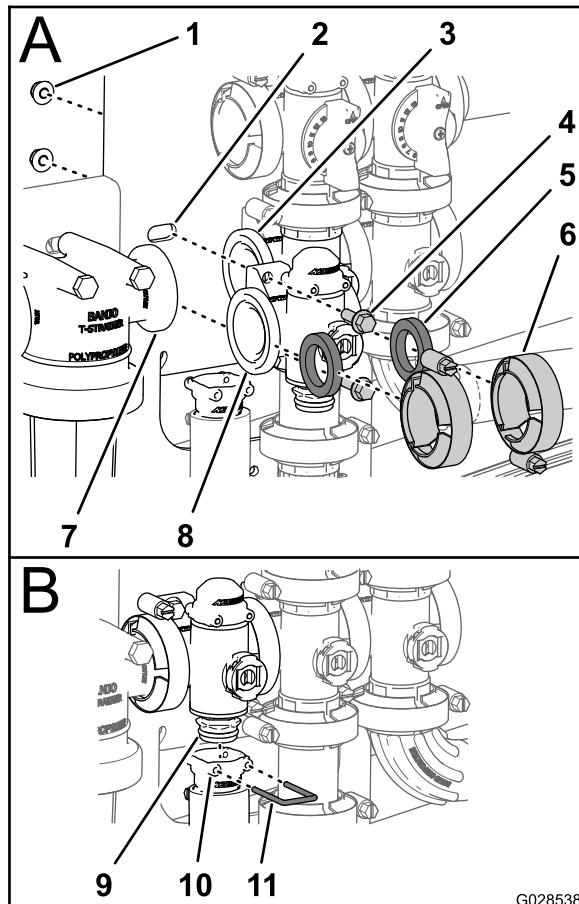

Figura 101
- Allineate guarnizione tra le flange del collettore della valvola di comando del volume e la testa del filtro della pressione (A di Figura 101).
- della pressione con un morsetto e serrate manualmente (A di Figura 101).
3. Allineate guarnizione tra le flange del collettore della valvola di comando del volume e della valvola dell'agitatore (A di Figura 101).
4. Montate il collettore della valvola di comando del volume, la guarnizione e il collettore della valvola dell'agitatore con un morsetto e serrate manualmente (A di Figura 101).
5. Montate la valvola di comando del volume sul supporto della valvola con i 2 bulloni a testa flangiata e i 2 dadi di bloccaggio flangiati (A di Figura 101) rimossi nel passaggio 3 della sezione **Rimozione della valvola del collettore di comando del volume (pagina 73)** e serrate il dado e il bullone a 1017–1243 N·cm.
6. Montate il raccordo di uscita sul raccordo del tappo terminale inferiore della valvola del collettore (B di Figura 101).
7. Fissate il raccordo del tappo terminale al raccordo di uscita inserendo un fermo nella presa del raccordo di uscita (B di Figura 101).